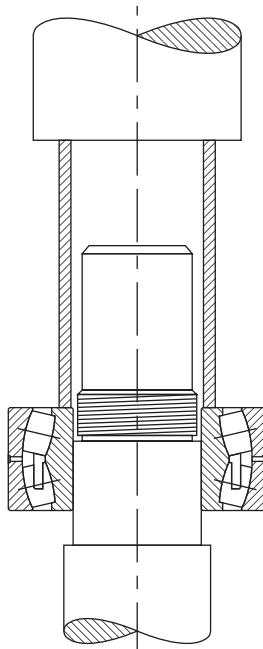

Fig. 17. Metoda cu presă.
- O metodă alternativă de montare, folosită în general la rulmenți de dimensiuni mai mici, este prin presarea rulmentului pe arbore sau în carcasă. Aceasta se poate realiza folosind o presă și un dorn tubular conform fig. 17.